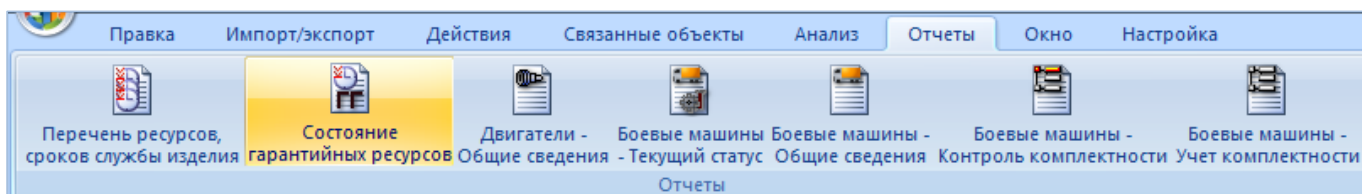

Рис. 20-53 – Вкладка «Отчеты»
3) Открыть вкладку «Отчеты» в рабочем окне «Экземпляры», выбрать наименование отчета и нажать «Состояние гарантийных ресурсов» (рис. 20-53).